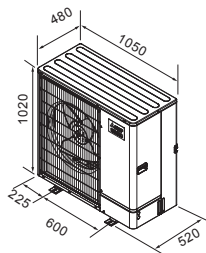

Fig. 2-1
2.2. Dimensioni (Sezione esterna) (Fig. 2-1).